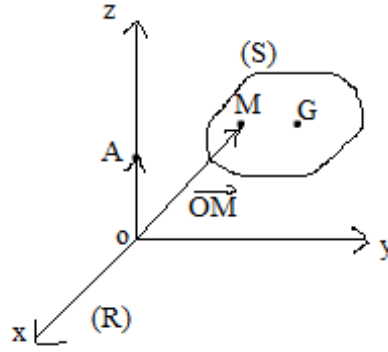

Figure V.1
Soit le point M de masse (dm), de vitesse  $\vec{v}_{(M/R)}$  un point du solide (S) de masse ( $m_S$ ) est en mouvement par rapport à un repère R (O, x, y, z) Figure V.1. Le torseur cinétique d'un solide est défini par :